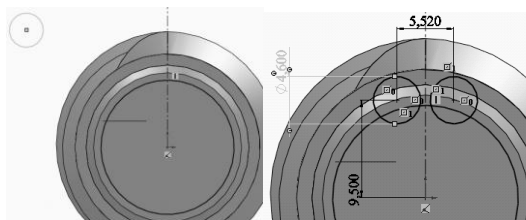

Рисунок 4.18
29. Створіть ескіз на грані циліндра меншого діаметра. Для цього поверніть деталь в положення «Справа» → в дереві конструювання оберіть додаткову площину (площина 3) → виділіть грань (зробіть її активною) → оберіть **Создать Эскиз** → побудуйте вертикальну осьову лінію, що проходить через центр кола → накресліть коло діаметром ($L9-2$ мм) → за межами деталі накресліть коло $R = 2,3$ мм → перенесіть коло на торцеву грань деталі → на панелі інструментів «Эскиз» оберіть **Зеркально отразить объекты** і відбийте перенесене коло відносно осі (відстань між центрами малих кіл $5,5$ мм, відстань між центрами кіл діаметром ($L9-2$ мм) і колом радіусом $R = 2,3$ дорівнює ($L9-1,5$ мм) → накресліть ще одне коло (центр – вісь XY) з центра діаметром ($L9+1,5$ мм) (рис. 4.18).